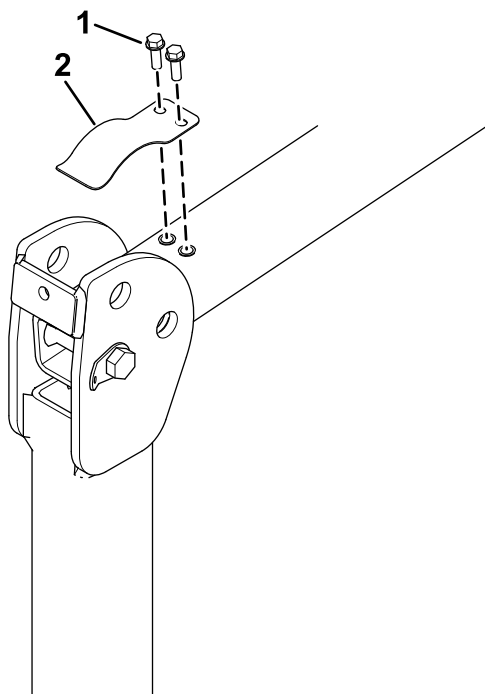

Figure 15
1. L'arceau de sécurité étant abaissé, déposez le ressort à lames anti-vibrations (Figure 15) de chaque côté de l'arceau de sécurité.